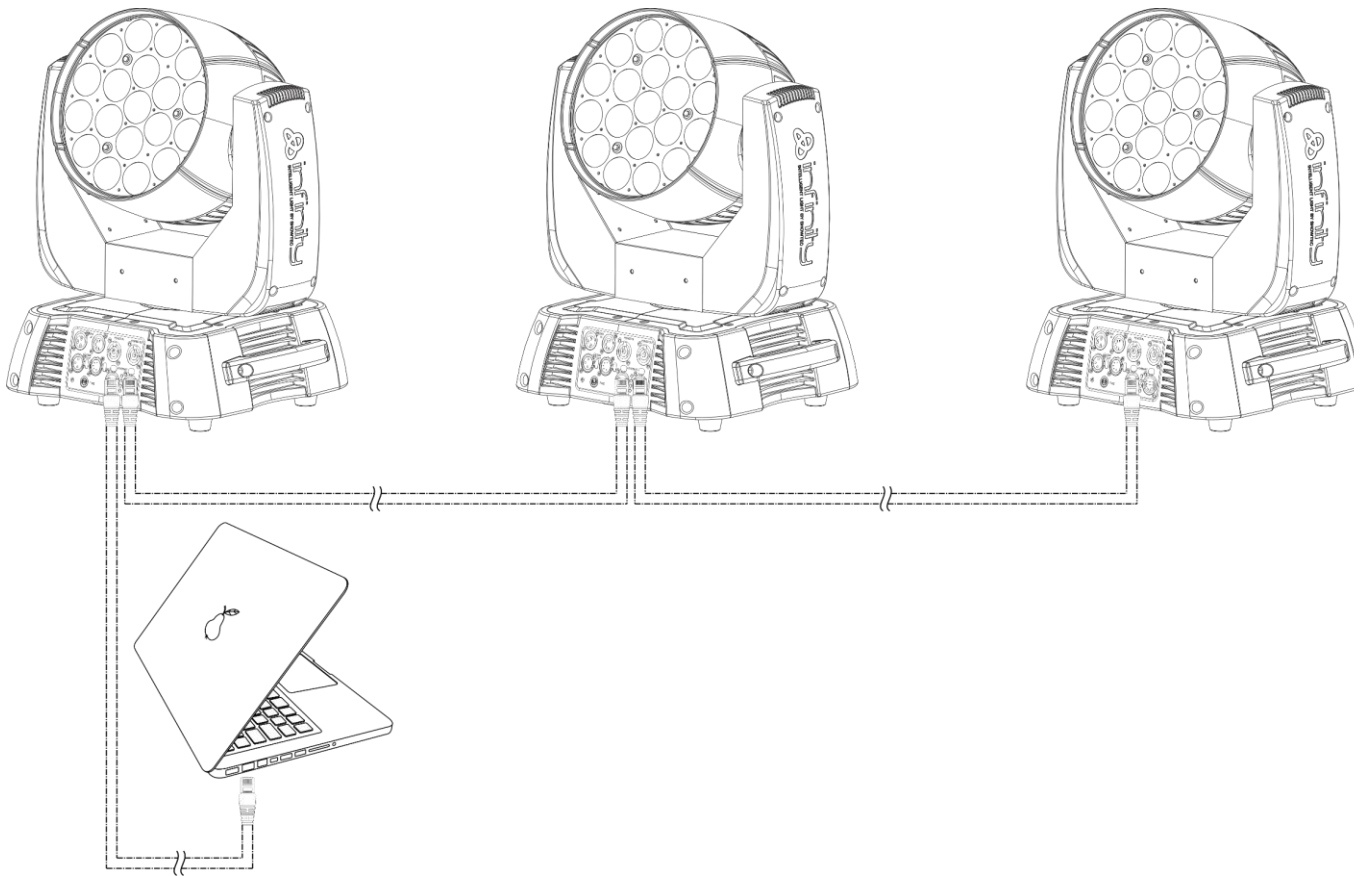

Fig. 05
- 05) Collegare le unità come indicato nella fig. 05. Collegare la presa RJ45 "out" della prima unità alla presa "in" della seconda unità, servendosi di un cavo CAT-5/CAT-6. Ripetere questo processo fino a collegare la seconda, la terza e la quarta unità.